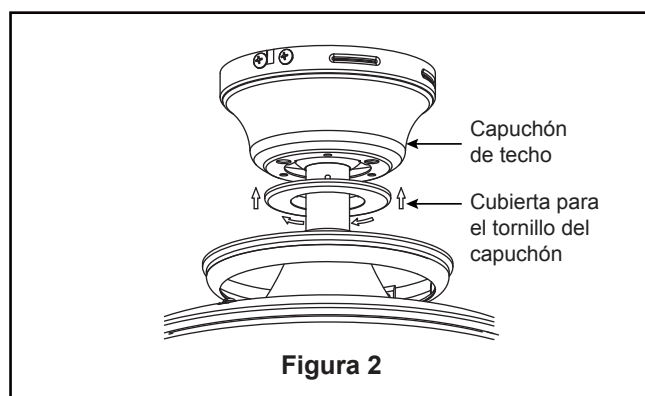

Figura 2
- ☐ **2.** Instale la cubierta para el tornillo del capuchón girándola en el sentido de las agujas del reloj y presionando hacia la cubierta del techo. (Figura 2)
2. Instale los dos tornillos restantes extraídos en el paso 1 de la página 32 (**Cómo colgar el ventilador de techo**) para asegurar la cubierta del techo al soporte colgante del techo. (Figura 2)
2. Ajuste las aspas ensambladas y los soportes al del motor con los tornillos y las arandelas de seguridad en bolsas de accesorios suministrados. Asegúrese de que los tornillos que fijan los soportes de aspas al buje del motor estén bien ajustados y que soportes de aspas estén correctamente colocados. (Figura 2)
- ☐ 2. Fije firmemente el conector de 9 pasadores de la unidad del motor al enchufe del mazo de cables dentro de la unidad caja del interruptor. (Figura 2)